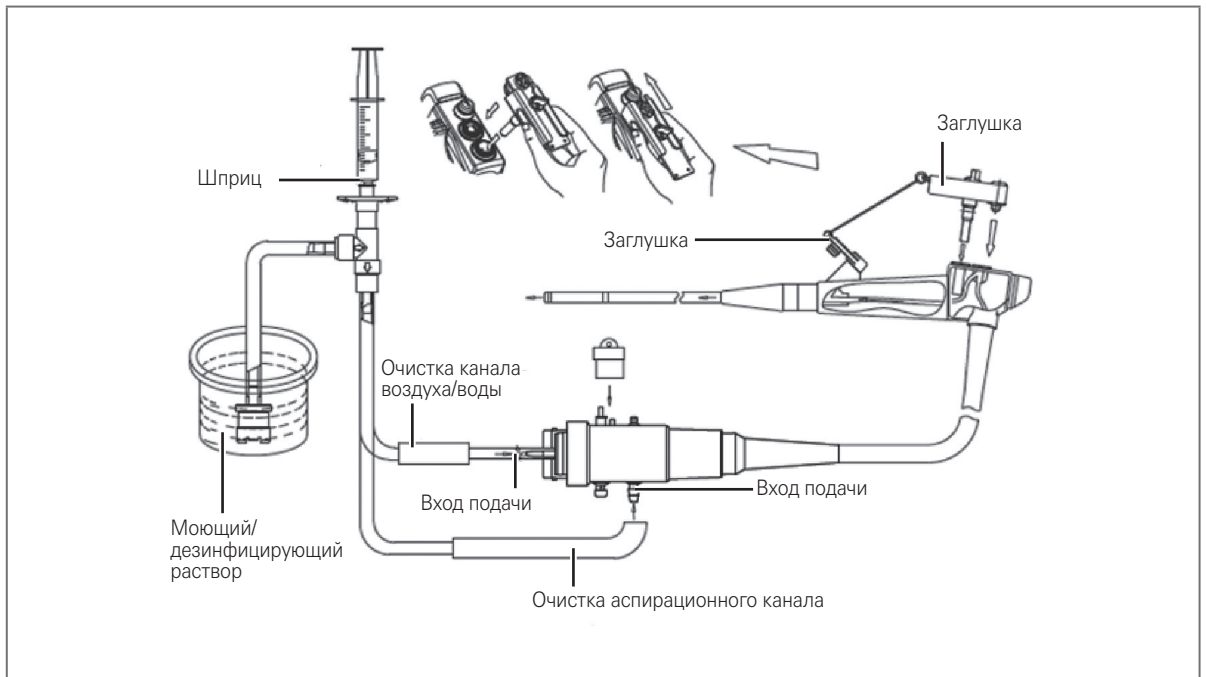

Рис. 5.3
- b. С помощью 50 мл шприца последовательно введите моющий раствор в канал воздуха/воды и аспирационный канал эндоскопа через инъекционную трубку не менее 15 раз (750 мл) (как показано на рис. 5.3).